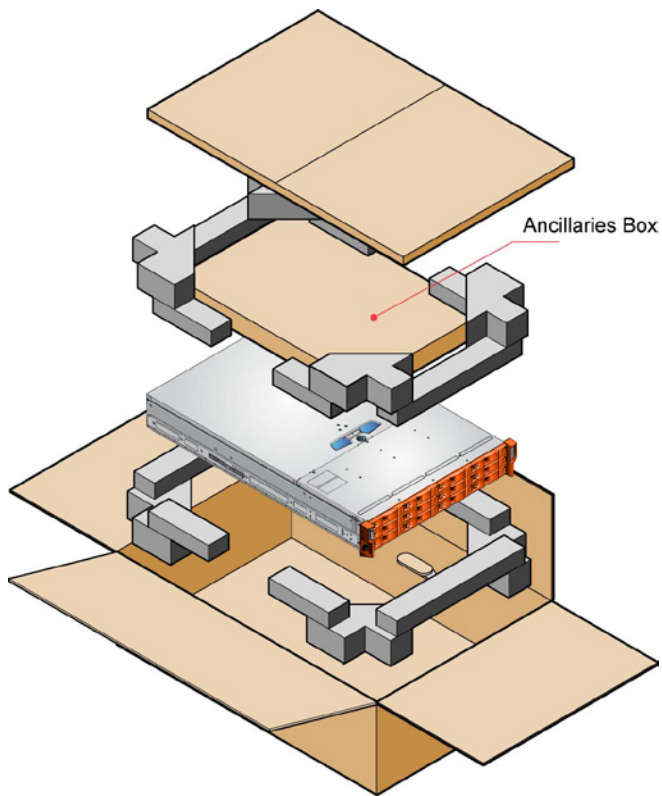

Abbildung 1 - Auspacken des Gehäuses
2. Packen Sie das System aus. Siehe Abbildung 1.